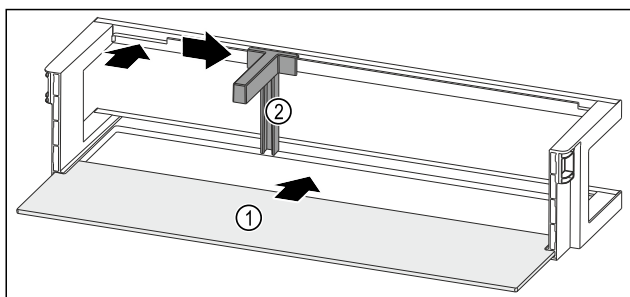

Fig. 242 Dveřní přihrádka s odkládací plochou
- ▶ Odkládací plochu Fig. 242 (1) zasuňte do bočních vybrání.
- ▶ Držák lahví Fig. 242 (2) vložte do vybrání.
- ▶ Držák lahví Fig. 242 (2) posuňte na stranu do požadované polohy.